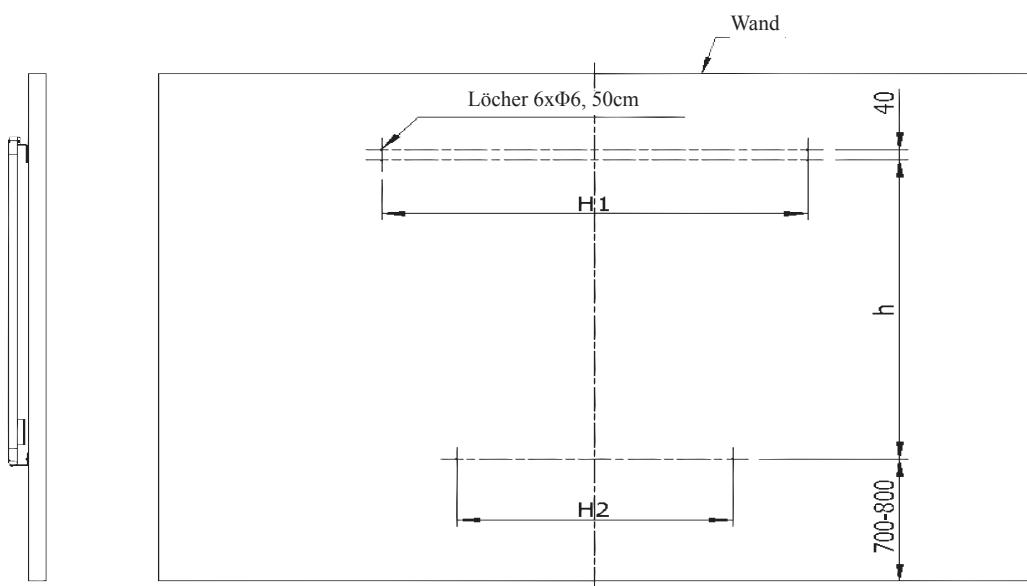

Bild 3. Abstand der Löcher in der Wand
3. Bohren Sie Löcher in der Wand, wie im Bild 3 gezeigt, und zwar: 4 Löcher für die beiden Haken (Element 1) und 2 Löcher für zwei Wandhaken (Element 3). Vor dem Bohren von Löchern in der Wand, messen und bestätigen Sie die folgenden Distanzen: